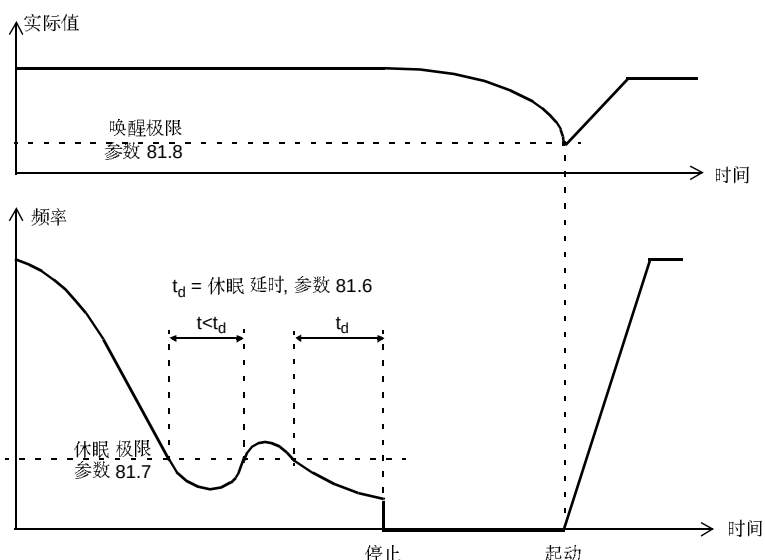

图 6-20 沉睡功能
81.10 START FREQ 2 该参数设定一个启动频率(见图 6-20)。当 ACS 600 输出频率超过值 (81.10 START FREQ 2 +1 Hz)，并且有一台辅助电机在运行，启动延时计数器开始计数。当由参数 81.15 AUX MOT START DLY 设定的时间过去了，且输出频率仍高于值 (81.10 START FREQ 2 -1 Hz)，第二台辅助电机启动。
81.11 START FREQ 3 该参数设定一个启动频率(见图 6-20)。当 ACS 600 输出频率超过值 (81.11 START FREQ 3 +1 Hz)，并且有两台辅助电机在运行，启动延时计数器开始计数。当由参数 81.15 AUX MOT START DLY 设定的时间过去了，且输出频率仍高于值 (81.11 START FREQ 3 -1 Hz)，第三台辅助电机启动。
81.12 LOW FREQ 1 该参数设定一个频率低限（见图 6-20）。当 ACS 600 输出频率低于值（81.12 LOW FREQ 1 - 1 Hz）且一台辅助电机正在运转，停机延时计数器开始计数。当由参数 81.16 AUX MOT STOP DLY 设定的时间过去了，且输出频率仍低于值（81.12 LOW FREQ 1 + 1 Hz），第一台辅助电机停止。
81.13 LOW FREQ 2 该参数设定一个频率低限（见图 6-20）。当 ACS 600 输出频率低于值（81.13 LOW FREQ 2 - 1 Hz）且两台辅助电机正在运转，停止延时计数器开始计数。当由参数 81.16 AUX MOT STOP DLY 设定的时间过去了，且输出频率仍低于值（81.13 LOW FREQ 2 + 1 Hz），第二台辅助电机停止。
81.14 LOW FREQ 3 该参数设定一个频率低限（见图 6-20）。当 ACS 600 输出频率低于值（81.14 LOW FREQ 3 - 1 Hz）且三台辅助电机正在运转，停止延时计数器开始计数。当由参数 81.16 AUX MOT STOP DLY 设定的时间过去了，且输出频率仍低于值（81.14 LOW FREQ 3 + 1 Hz），第三台辅助电机停止。